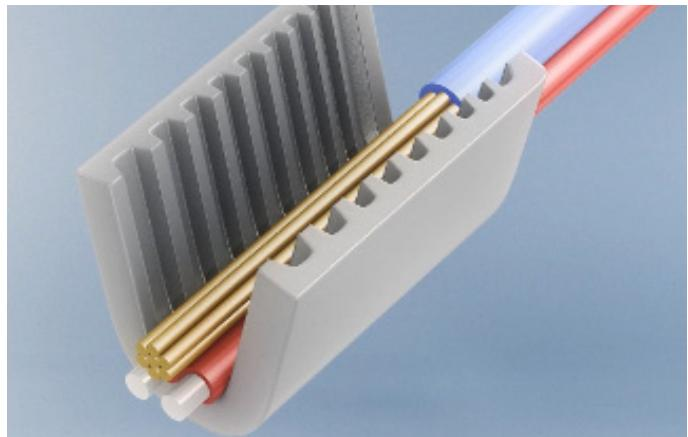
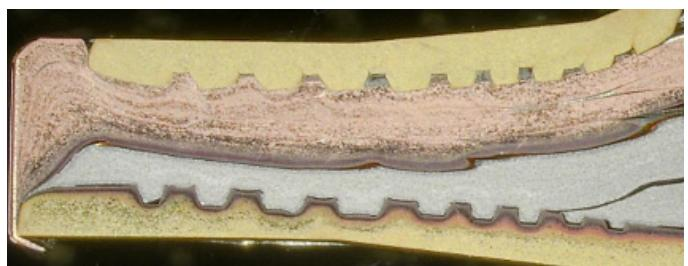
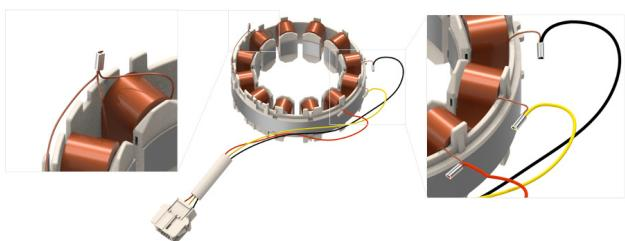

Figura 1: Configuración del terminal AMPLIVAR
Figura 2: Penetración de los dientes después del remache
Figura 3: Aplicación del terminal AMPLIVAR a los devanados del motor
*Solución de empalme AMPLIVAR:* los alambres magneto se colocan en la parte inferior del empalme AMPLIVAR antes de remachar. Si se incluye un alambre conductor, se ubicará en la parte superior de los alambres magneto (Figura 1). La conexión del barril de alambre incluye dientes internos que penetran en la capa de aislamiento del alambre y extruyen la superficie del conductor cuando se remacha (Figura 2). Esto maximiza la superficie de contacto entre el conductor y la terminación a la vez que fortalece el empalme. El terminal AMPLIVAR se puede utilizar para empalmar múltiples alambres magneto o conectar un alambre magneto a un alambre conductor (Figura 3).